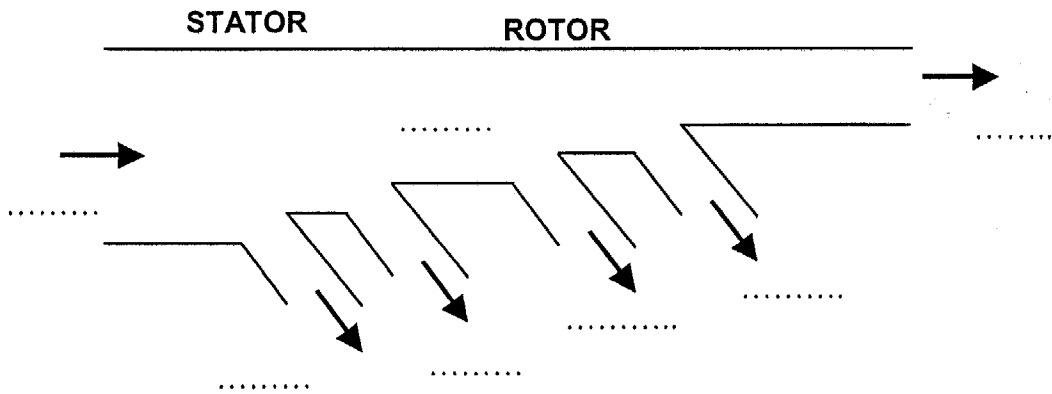

figure 2
2.1. Compléter le schéma représenté sur la figure 2 du document-réponse page 7 en précisant la nature des différentes puissances.